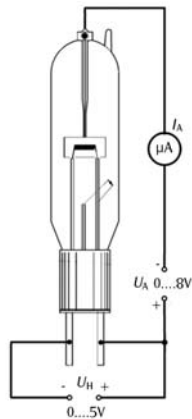

Fig. 3a Montage du circuit d'analyse de la zone de démarrage
- Monter le circuit selon le schéma des figures 3a/b.